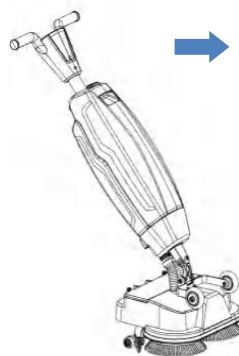

Рисунок 10
① Основное питание: включение/выключение питания
② Щетка: щетка вкл./выкл.
③ Всасывание: Всасывание вкл./выкл.
④ Подача воды: подача воды вкл./выкл.
⑤ ECO: ECO вкл./выкл.
⑥ Индикатор питания: когда мощность уменьшается, количество световых ячеек соответственно уменьшается. Когда индикатор мигает, это означает, что батарея вот-вот разрядится и ее необходимо зарядить.
9. Держите за ручку обеими руками и продвиньте очиститель вперед. (Рисунок 10).